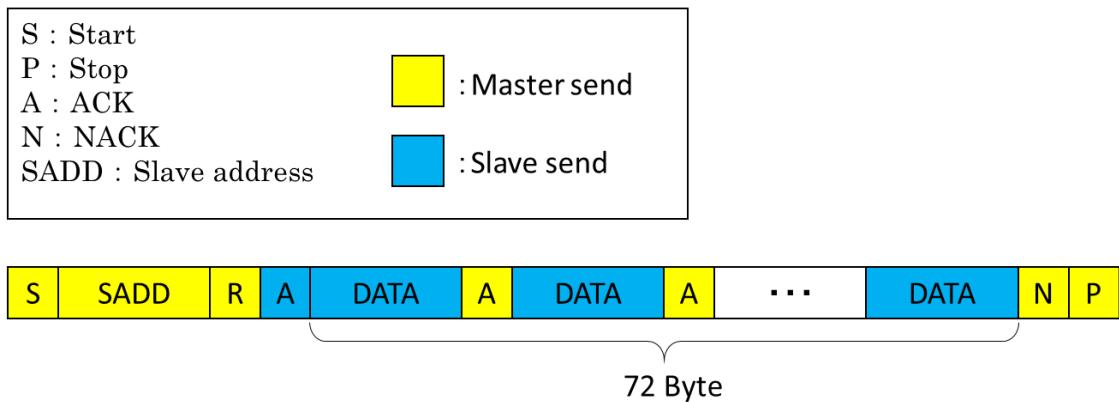

Fig. 8. データの読み込み (Reading data)
- ・測定データを読み出す場合、下図のFig. 8に示すように、I²Cリードコマンドで72Byteすべてを連続で読み込んでください。
- When reading the measured data, please read all 72-byte data frames continuously by I²C read command, as shown in Fig.8 below.